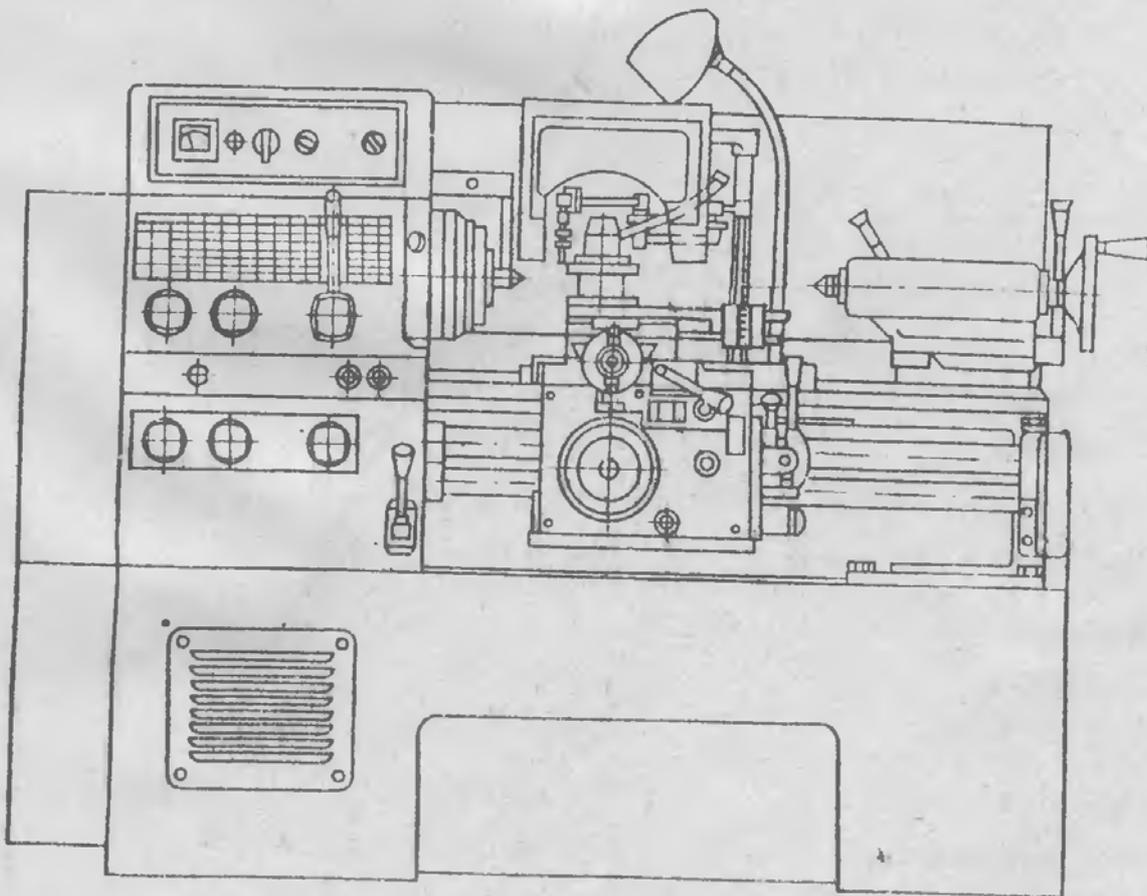

Рис. 1 Станок 16Е16КПВ
1.1.1. Данное руководство используется при работе на токарно-винторезном станке мод. 16Е16КПВ (рис. 1). Станок предназначен для выполнения разнообразных токарных работ, а также для нарезания метрической, дюймовой, модульной и питчевой резьб.